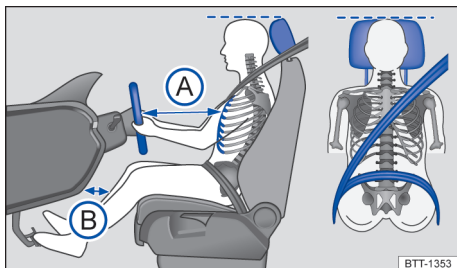

图 15 示意图：驾驶员与方向盘之间的安全距离，安全带及头枕的正确调整位置
- 调整头枕，使头枕上缘与头顶等高，但勿低于眼睛，脑后应尽可能贴近头枕 → 图 15。